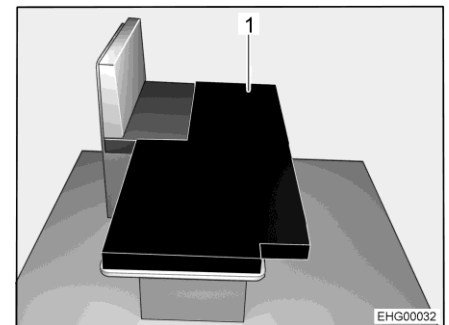

Bild 44 Nach dem Umbau
- Das Zusatzpolster (Bild 44,1) wie abgebildet auf den abgesenkten Tisch legen.